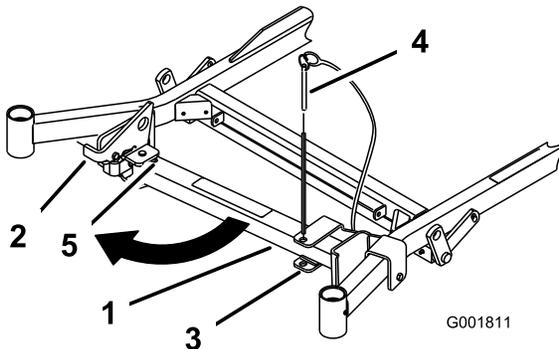
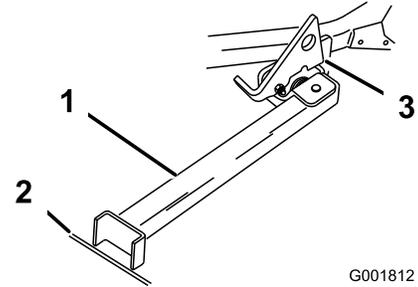

Figura 27
Figura 28
2. Retire el pasador del soporte (Figura 27).
3. Levante el enganche. Gire el pie del soporte hacia adelante, y deslice el soporte hacia la máquina, hasta que encaje en la parte de abajo de la ranura (Figura 27 y Figura 28).
4. Ponga el pie del soporte en el suelo con el enganche descansando sobre la pestaña de giro (Figura 28).
Nota: Para obtener los mejores resultados, coloque el pie del soporte en una ranura de la acera o en el césped (Figura 28).
6. Conduzca la máquina sobre el soporte. Pare cuando el enganche caiga por encima de la pestaña a la posición BLOQUEADA (Figura 28). Una vez que esté sobre el soporte, ponga el freno de estacionamiento y apague el motor.
- Ponga el soporte de nuevo en su posición de DESCANSO (Figura 27).